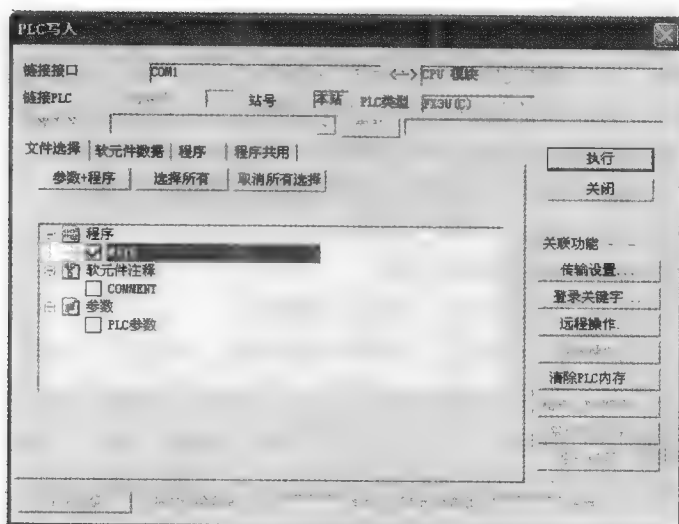

图 2-47 程序写入
(3) 程序写入/读出 程序写入到 PLC，点击“在线”菜单中的“写入 PLC”，则出现如图 2-47 所示窗口，在出现的窗口中选中主程序(参数、注释)，再点击“执行”并按向导完成操作。若要读出 PLC 程序，其操作与程序写入操作相似。